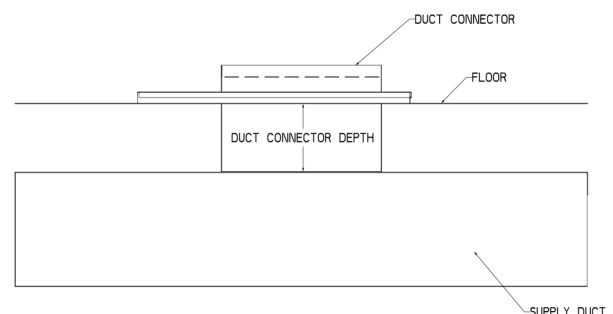

Figure 8 : Emplacement du connecteur de gaine
- Retirer la porte avant/le panneau d'accès du fournaise d'air chaud et faire pivoter le de 180° (avec le refoulement d'air dirigé vers le haut), placer le fournaise d'air chaud au-dessus de l'enceinte du serpentín comme illustré à la Figure 8 et le fixer à l'enceinte du serpentín à l'aide d'au moins quatre vis fournies sur place.